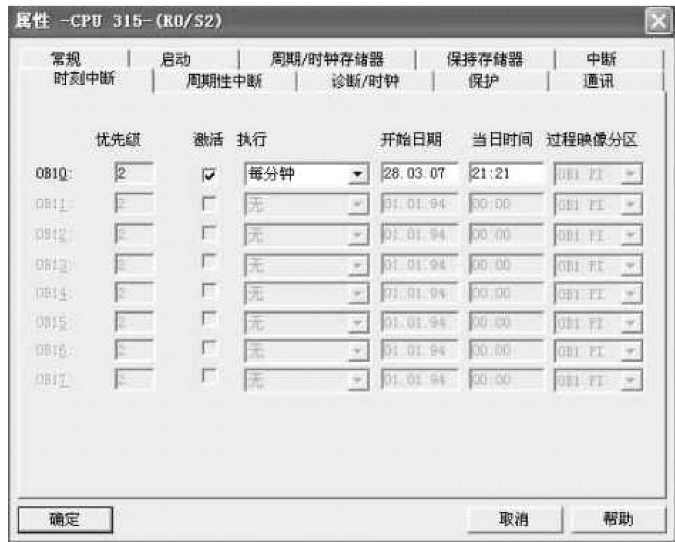

图 5-6 设置 OB10 时间中断
4) 在 CPU 属性画面单击“时刻中断”，打开时间中断设置画面，如图 5-6 所示，选择“激活”，要求每分钟执行并写上开始执行 OB10 的日期和时间，图中的开始日期时间是 2007 年 3 月 28 日 21 时 21 分，然后单击“确定”。